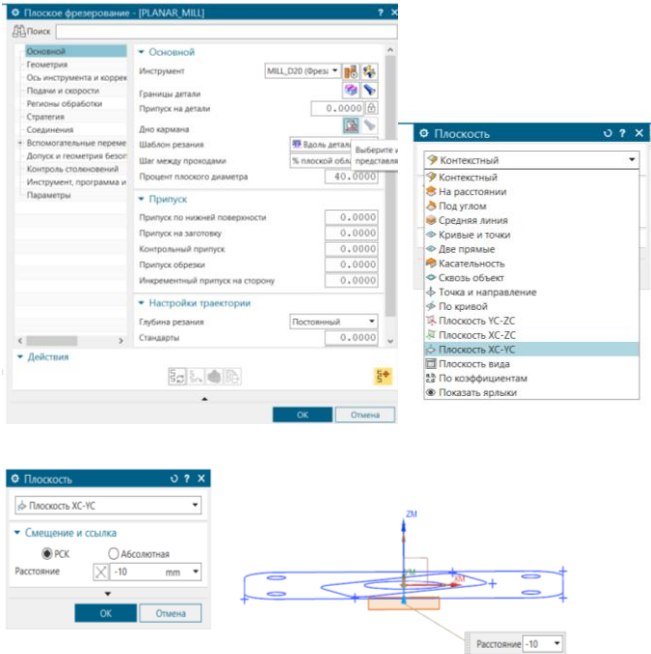

Рисунок 4.7 – Диалоговое вікно «Дно кармана»
6. Тепер задайте Дно кармана Виконайте команду задання площі. З'явиться нове діалогове вікно (рис. 4.7). Задавати площі граню тіла – найбільш раціональна опція, але в даному випадку змінить Тип плоскості з Контекстний на ХС - УС. В графічній області екрану при цьому з'явиться маркер площини. Можна задати зміщення від рівня  $Z = 0$  як в динамічному режимі, так і в спеціальному полі.